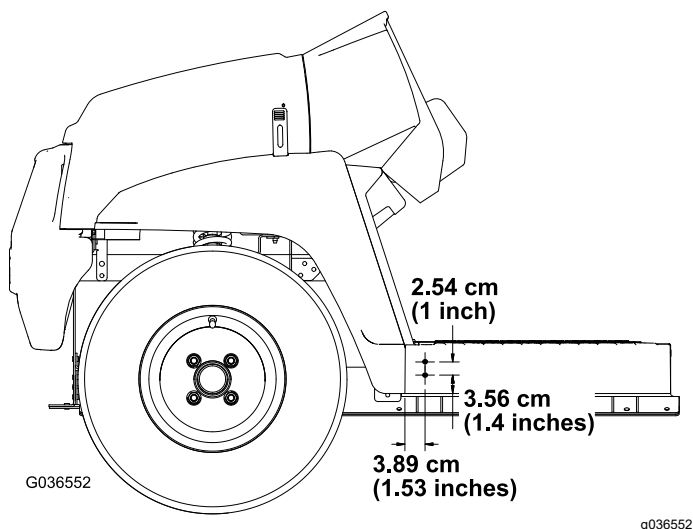

Figure 29
1. En vous aidant des dimensions indiquées à la Figure 29, percez 2 trous (5/16") à l'extérieur du panneau de plancher sur les côtés droit et gauche de la machine.